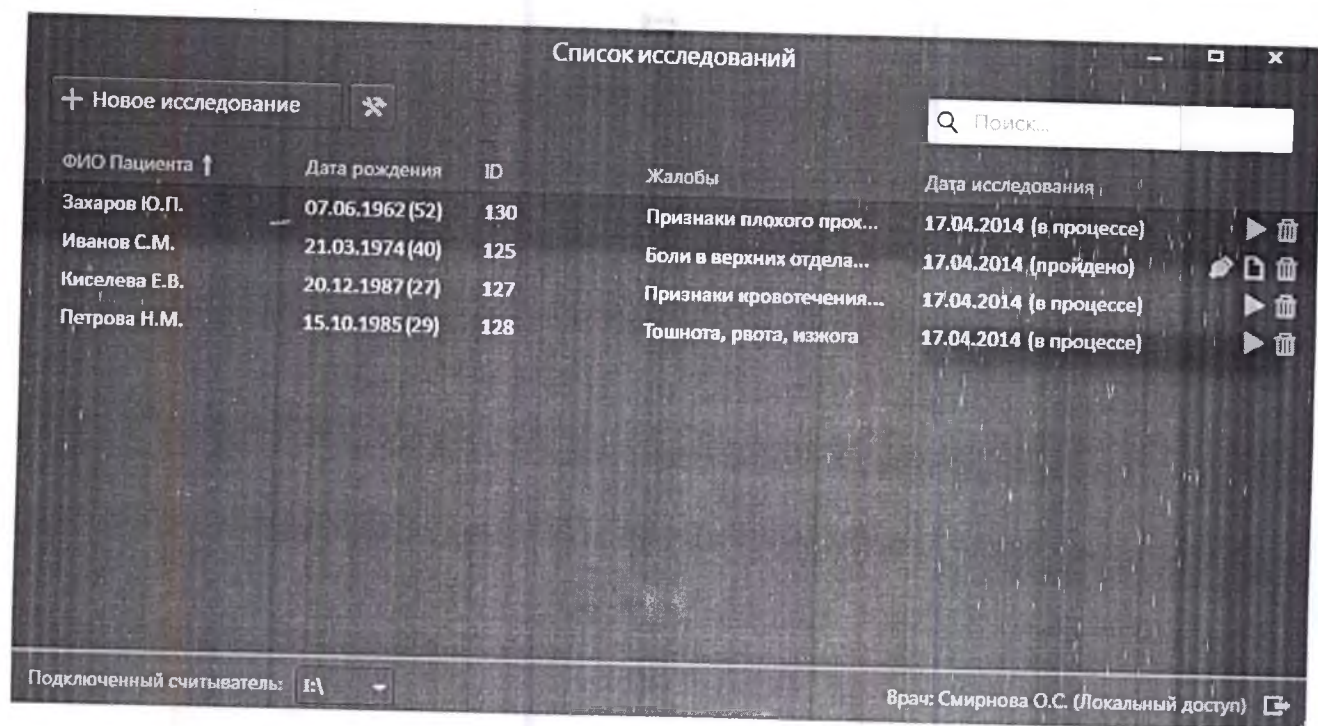

Рисунок 5 – Главное окно ПО
1) главное окно «Список исследований» (рисунок 5), предназначенное для работы с информацией об исследованиях пациентов и обеспечивающее следующие функциональные возможности и настройки: